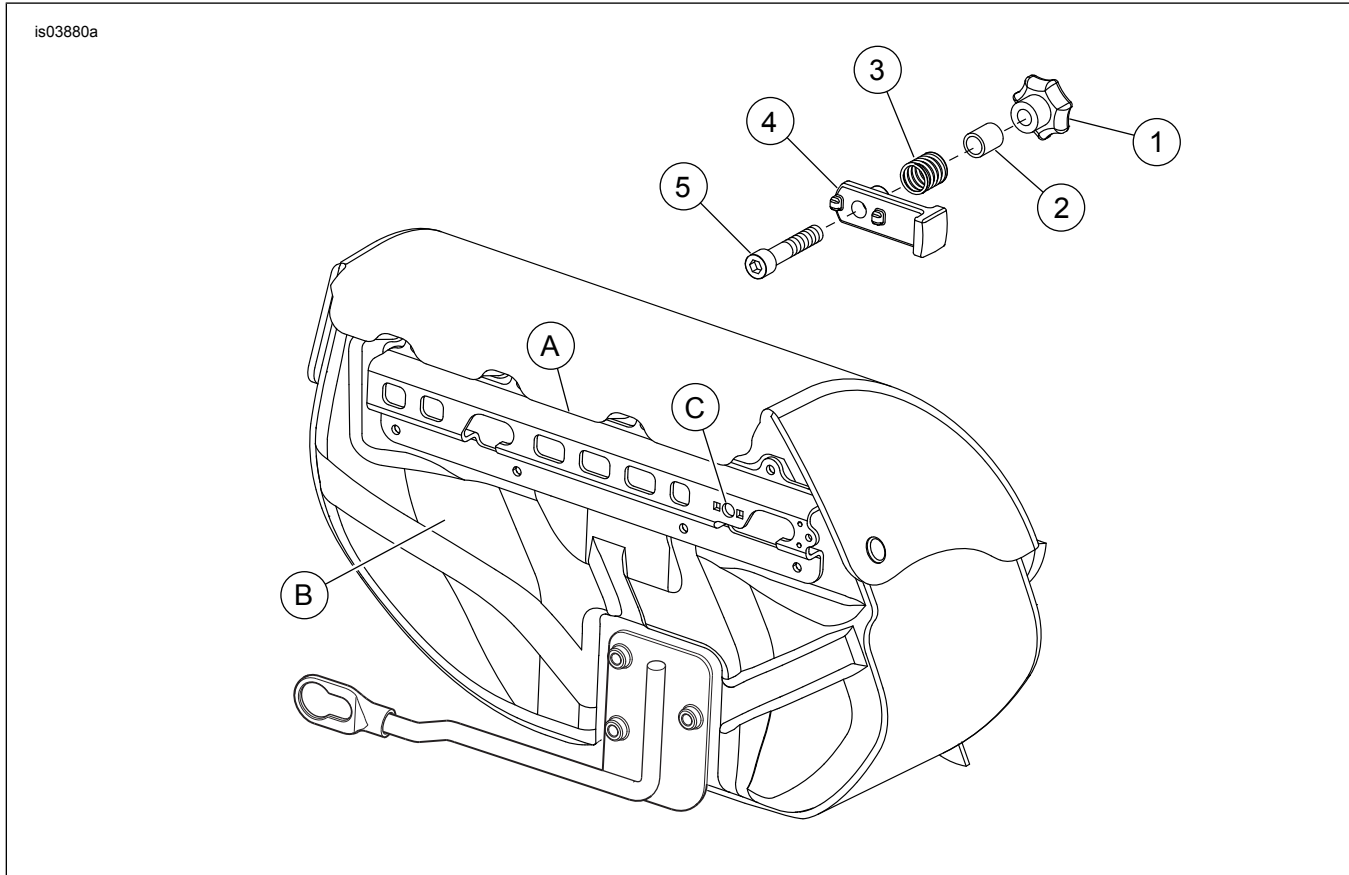

Figure 1. Pièces détachées : Kit de loquet à ressort de sacoche amovible
Voir Figure 1 et Tableau 1.
2. Voir Figure 1. Tirer et tourner le bouton (1) (à l'intérieur de la sacoche) vers l'avant (dans le sens horaire pour la sacoche droite, dans le sens antihoraire pour la sacoche gauche), en verrouillant le loquet (4) en position fermée.
3. Tout en immobilisant la vis de loquet (5) avec une clé hexagonale de 3/16 pouce, tourner/dévisser le bouton (à l'intérieur de la sacoche) dans le sens antihoraire.
1. Voir Figure 1. Installer le ressort (3) sur le diamètre externe du bossage fileté du loquet (4).
2. Introduire le loquet avec le ressort dans l'ouverture de loquet dans le support arrière de sacoche (A) pour qu'il soit capturé entre le support et le dos en plastique de la sacoche (B).